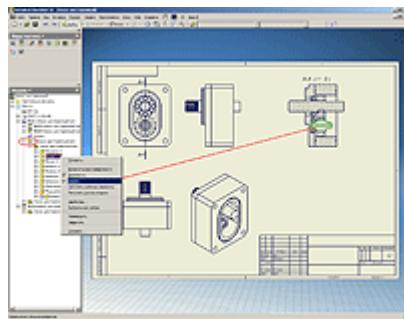

Рисунок 7
7. При необходимости, детали, которые не должны попадать в разрез (например, такие как валы) можно выключить из сечения. Для этого в браузере чертежа необходимо в текущем виде найти деталь, которую необходимо исключить из разреза и правой кнопкой мыши снять флагажок с пункта меню «Разрез» (см. Рисунок 7).